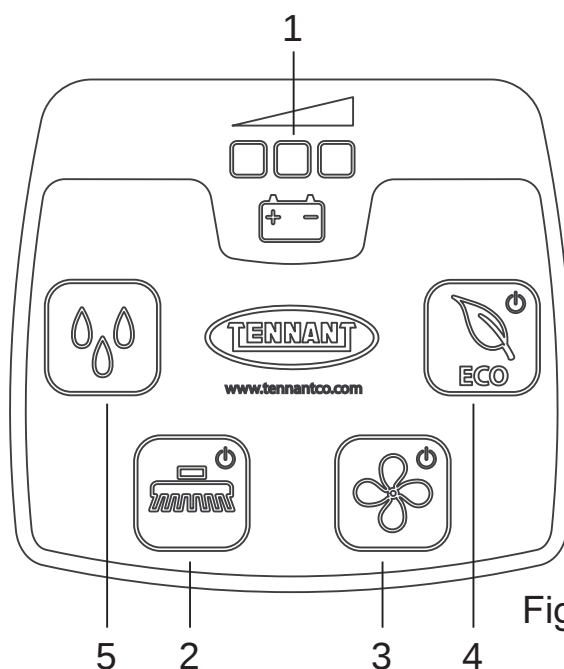

Fig.15
- Varsellampe for ladenivå batteri (fig.15 - ref.1): består av 3 led med fargene rød, gul, grønn som indikerer batteriets ladenivå. Mulige situasjoner:
- Børstetast (fig. 15 - ref. 2): Aktiverer ("varsellampe tent") og deaktiverer ("varsellampe slukket") funksjonen "Børste", børsten settes kun i funksjon når du bruker "Betjeningsspak for børste".
- Oppsugingstast (fig. 15, ref. 3): slår på ("varsellampe tent") og av ("varsellampe slukket") oppsugingsmotoren, som gjør det mulig å tørke gulvet du arbeider på. Motoren starter kun ved at du aktiverer "Betjeningsspak for børste".
- Tast for oppløsningsstrøm (Fig.15-Ref.5): for aktivere, deaktivere eller variere utførselen av løsningsstrømmen, fortsett på denne måten:
- ECO-tastem (fig.15 - ref.4): aktiverer ("ledlampe tent") og deaktiverer ("ledlampe slukket") funksjonen ECO.